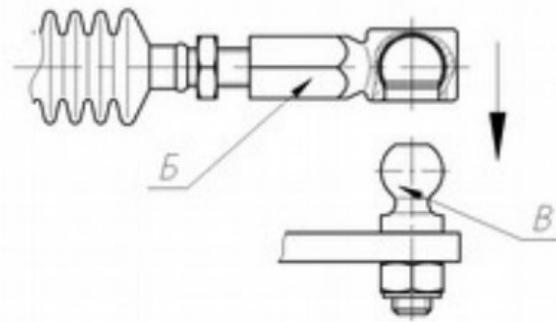
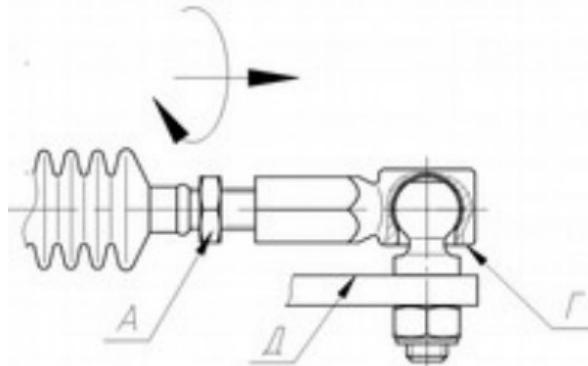

Рис. 18
Рис. 19
1.4.6	<p>После регулировки наконечник Б соединить со сферическим пальцем В до характерного щелчка. (Рис. 18). Допускается применение сжимающего инструмента, например, клещей с гладкими губками.</p> <p>Не допускается применение ударного инструмента во избежание поломки тросов и КПП.</p> <p>Затянуть контргайку А моментом $5\text{H}\cdot\text{m}$ соблюдая при этом положение плоскостей Г и Д визуально близкое к параллельному (Рис. 19).</p> <p>Оснастки для обеспечения параллельности не требуется.</p> <p>После регулировки, затяжки гайки А и проверки работоспособности привода, допускается самопроизвольное отклонение плоскостей Г и Д от параллельности. Повторной регулировки не требуется.</p>